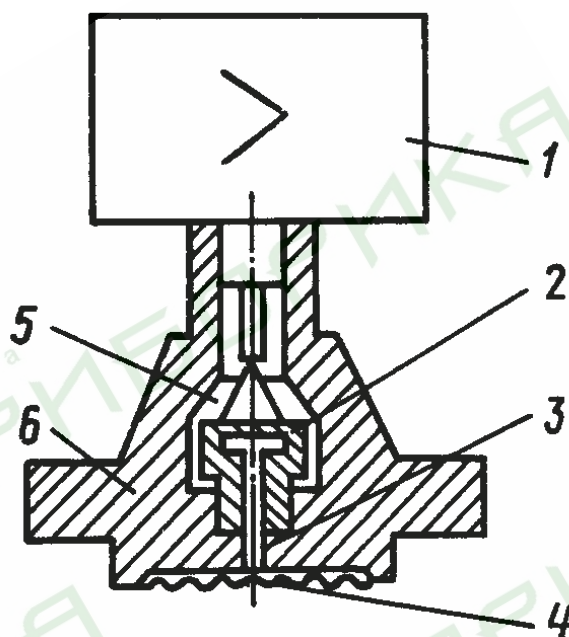

Рис. 7
6.11. Схема преобразователей Сапфир-22М-ДИ моделей 2154, 2164 представлена на рис. 7.